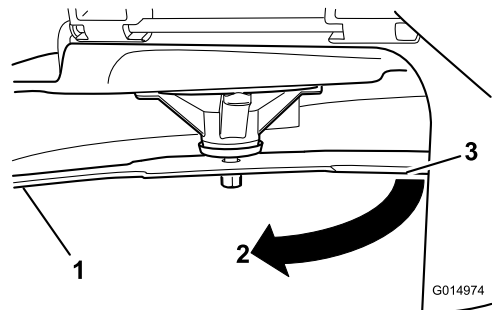

Figura 62
4. Rode a mesma lâmina 180 graus para que a extremidade de corte oposta fique na mesma posição (Figura 62).